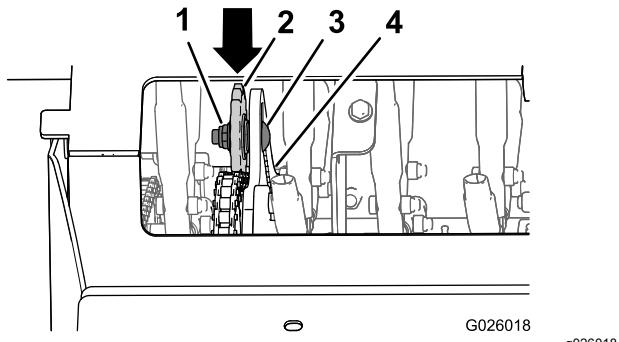

Figure 61
- Desserrez le contre-écrou et le boulon de carrosserie qui fixent le pignon de tension (Figure 61).
- Poussez le pignon vers le bas et l'avant pour augmenter la tension de la chaîne, comme montré à la Figure 61.